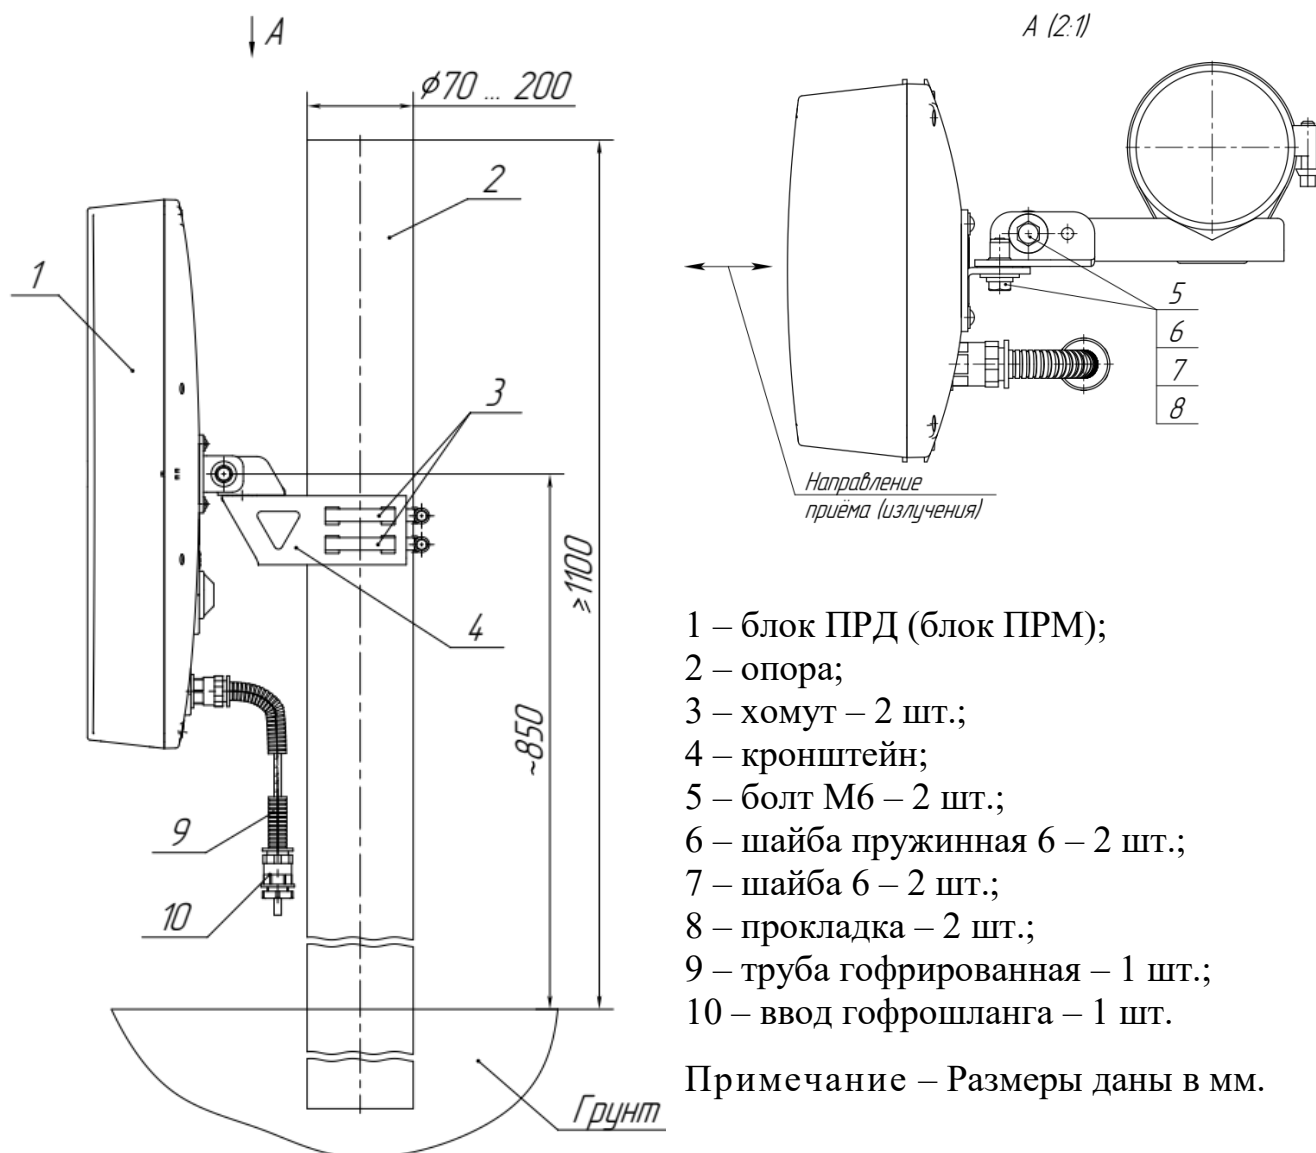

Рисунок 2.4 – Установка блока ПРД (блока ПРМ) извещателей «ФОРТЕЗА-М150(5,8)», «ФОРТЕЗА-М100(5,8)», «ФОРТЕЗА-М50(5,8)» на опоре
2.3.3.3 Установка блока ПРД (блока ПРМ) на кронштейне поз.4 (рисунок 2.4), состоящего из швеллера 2 и уголка 3, показана на рисунке 2.5.
– ослабить болты поз.5 (рисунок 2.4) блока ПРД и блока ПРМ извещателей;